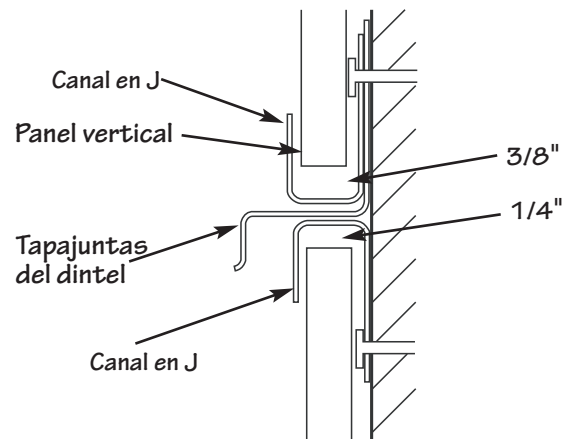

Figura 56.
- Si se necesita más de una hilera para abarcar la altura de la casa, termine la primera hilera en un canal en J invertido (Figura 56), dejando 1/4" para la dilatación. Instale el tapajuntas del dintel en la parte superior del canal en J e instale un segundo canal en J orientado hacia atrás. Comience la segunda hilera dejando un espacio libre de 3/8" de la parte inferior del panel al canal en J.
- Comience fijando un canal en J a lo largo del borde interior del techo. Instale un canal en J orientado hacia arriba como base vertical encima del primer canal en J en la base del hastial, como se muestra en la Figura 56 de la página 30.